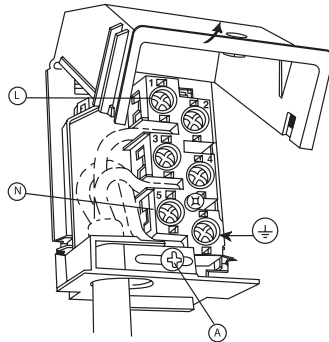

fig.13
- Open het aansluitkastje (zie fig. 13).